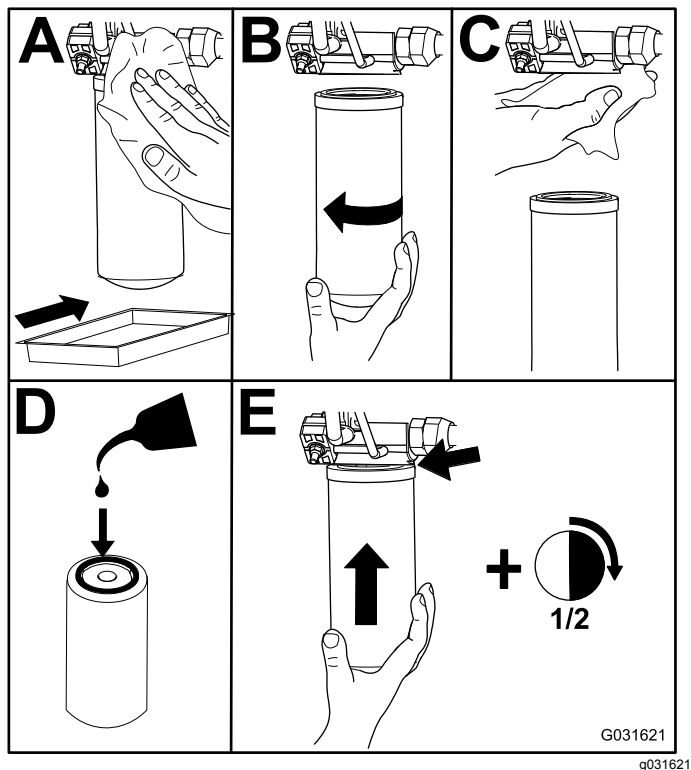

Bild 106
2. Tauschen Sie die Hydraulikfilter aus (Bild 106).